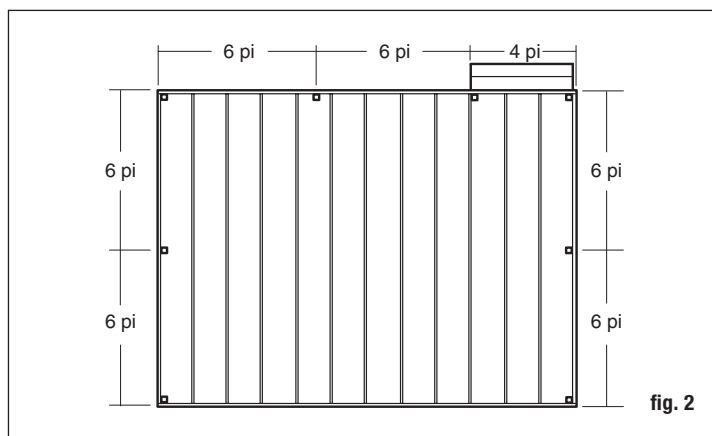

fig. 2
Étape 1 Déterminez le nombre de poteaux de garde-corps nécessaires pour votre terrasse. L'espacement des poteaux est centre à centre de 1,8 m (6 pi) ou centre à centre de 2,4 m (8 pi), selon la longueur de traverse choisie. Exemple : Un patio de 3,7 x 4,9 m (12 x 16 pi) fixé à un bâtiment comportant une ouverture d'accès de 1,2 m (4 pi) d'un côté, exigera huit poteaux en tout (fig. 2).